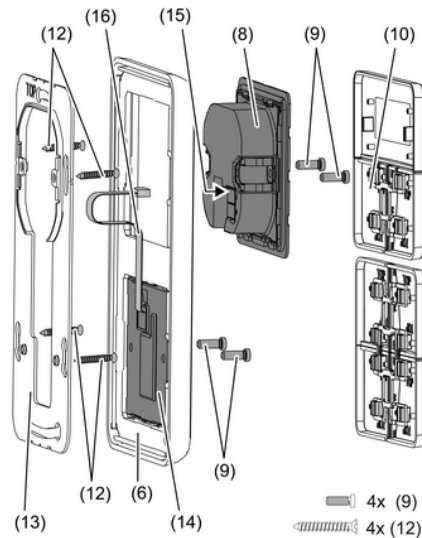

Bild 3: Montage mit Tastsensor-Erweiterungsmodul
Bei Verwendung des Tastsensor-Erweiterungsmoduls (Bild 3): Bevorzugte Montage senkrecht. Großen Tragring (13) verwenden. Bei Montage auf nur einer UP-Dose die unteren Schrauben in der Wand versenken, z. B. mit Bohrung $\varnothing 6 \times 10$ mm. Tragring als Schablone verwenden.
- Tragring (5) bzw. (13) lagerichtig auf eine Gerätedose montieren. Kennzeichnung **TOP** = oben beachten; Kennzeichnung **A** oder **B** vorne. Ausschließlich die beiliegenden Dosenschrauben (12) verwenden.
- Rahmen (6) auf Tragring stecken.
- Tastsensor-Erweiterungsmodul (14) vorzugsweise unterhalb montieren. Anschlussleitung (16) zwischen Tragring und Zwischensteg führen.
- Tastsensor-Erweiterungsmodul: Anschlussleitung (16) lagerichtig in Steckplatz (15) im Regler-Modul einsetzen. Anschlussleitung nicht quetschen (Bild 3).
- Regler-Modul (8) mit KNX-Anschlussklemme (11) an den KNX anschließen und auf den Tragring stecken.
- Regler-Modul (8) und Tastsensor-Erweiterungsmodul (12) mit beiliegenden Kunststoffschrauben (8) am Tragring befestigen. Die Kunststoffschrauben nur leicht anziehen.
- Vor Montage der Bedienflächen (10) die physikalische Adresse in das Gerät laden (siehe Kapitel 5.2. Inbetriebnahme).